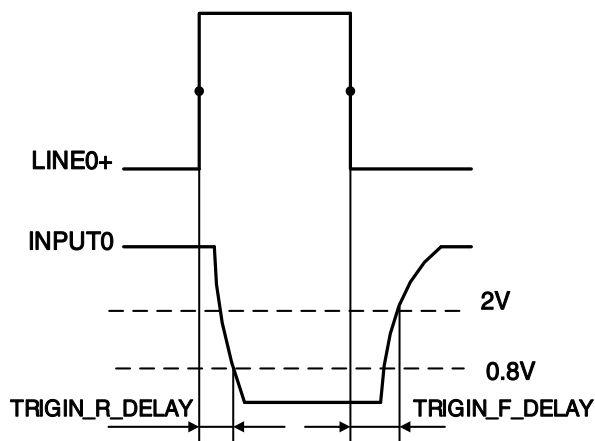

图 7-32 光耦隔离输入电路参数
- 上升沿延时时间： $<50\mu\text{s}$ ($0^{\circ}\text{C}\sim 45^{\circ}\text{C}$)，参数说明见图 7-32
- 下降沿延时时间： $<50\mu\text{s}$ ($0^{\circ}\text{C}\sim 45^{\circ}\text{C}$)，参数说明见图 7-32